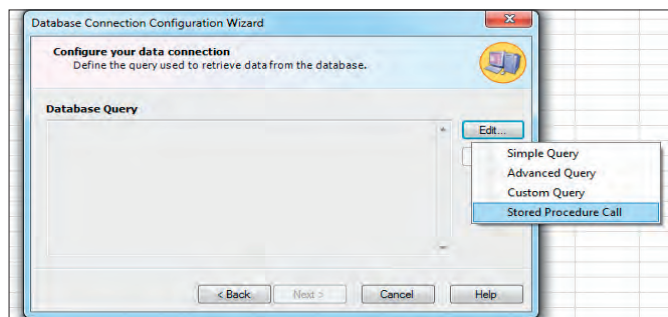

Рис. 12. Мастер конфигурирования соединения с базой данных
- Создайте новое соединение с базой данных (рис. 12).